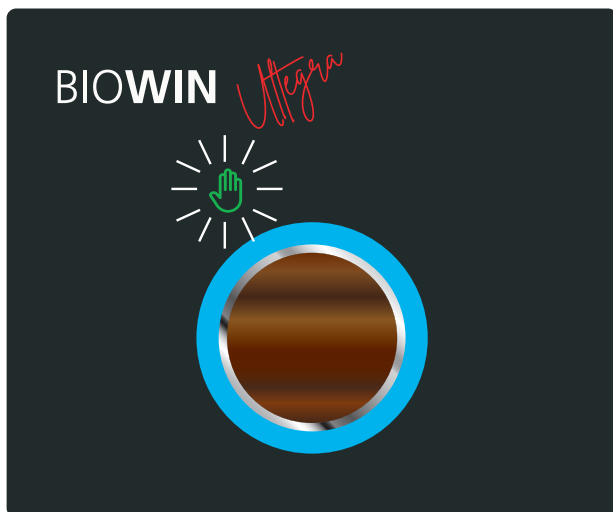
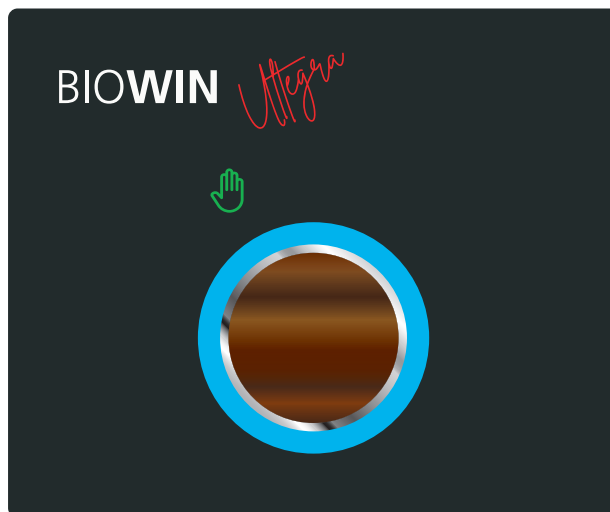

Fig. 14
Fig. 15
- ▶ Ruotare il pulsante myMagic sul simbolo Modalità manuale  Ruotare e premere brevemente. Il simbolo  lampeggia (Fig. 14) e poi si accende in verde, l'anello colorato si accende nella fase di funzionamento attuale – Fig. 15. La modalità manuale è attiva.